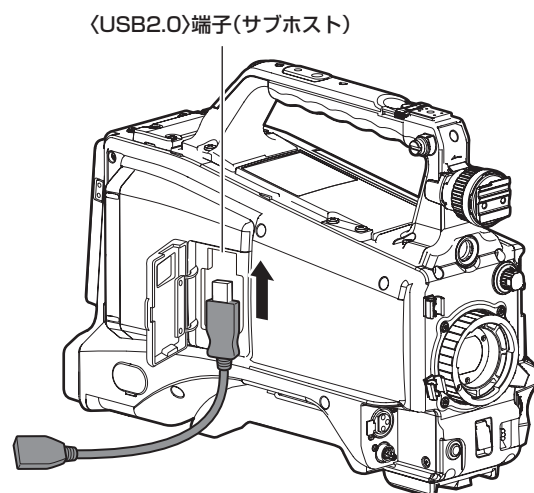

図 2
- 2 〈USB2.0〉端子（サブホスト）に USB 2.0 延長ケーブルを取り付ける。(図 2)